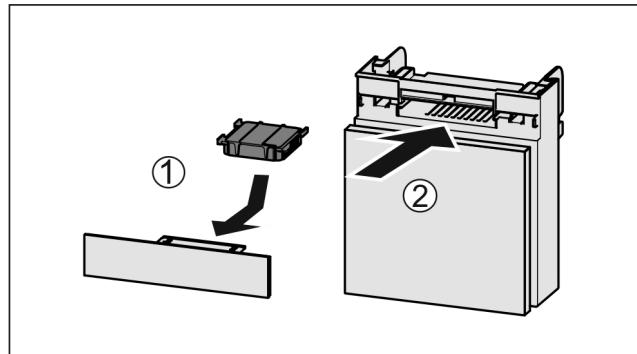

Fig. 83
- Поставете Fig. 83 (1) филтъра с активен въглен, както е показано на фигурата.
- Вкарайте Fig. 83 (2) отделението.